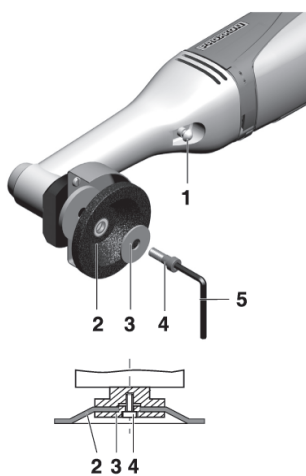

Fig. 2
1. Premir o botão de encaixe **1** (Fig. 2).